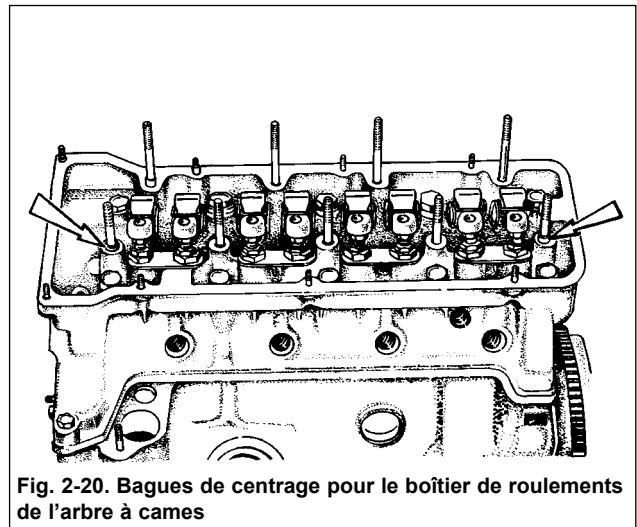
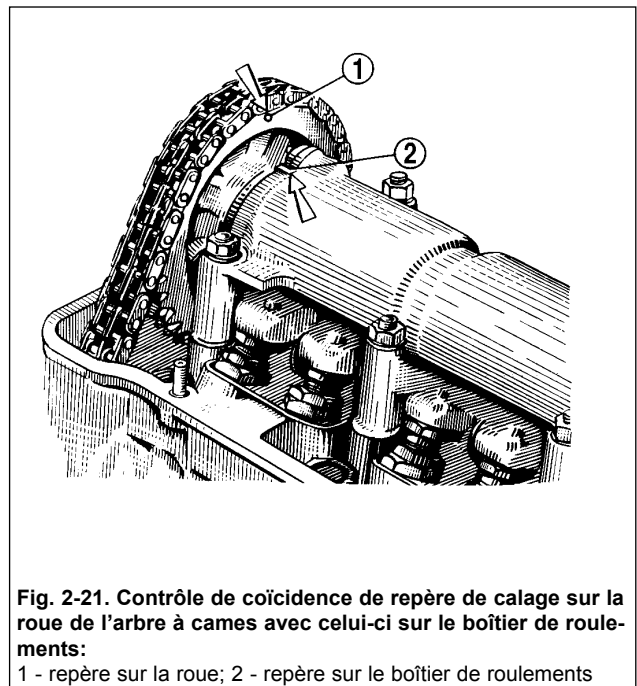

Fig. 2-20. Bagues de centrage pour le boîtier de roulements de l'arbre à cames
Fig. 2-21. Contrôle de coïncidence de repère de calage sur la roue de l'arbre à cames avec celui-ci sur le boîtier de roulements:
Contrôler si les douilles de centrage du boîtier de roulements de l'arbre à cames sont en bonne position (fig.2-20). Mettre la roue sur l'arbre à cames au complet de boîtier de roulements et tourner l'arbre de manière que le repère de roue se trouve juste en face de celui-ci sur le boîtier de roulements (fig.2-21).
- emmener la chaîne sur la roue de l'arbre à cames et introduire au creu de la commande en installant la roue de manière que son repère et celui du boîtier de roulements soient coïncidés (v. la fig. 2-21). Ne pas serrer le boulon de la roue jusqu'au fond;